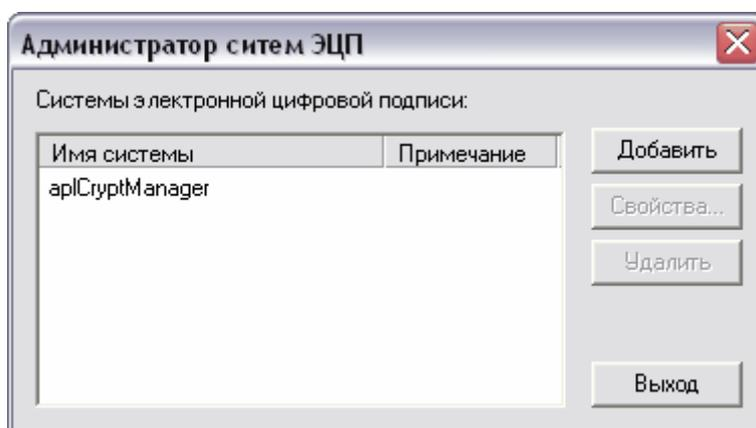

Рис. 115 Администратор систем ЭЦП
Для присоединения модулей систем ЭЦП, в модуле PDM служит пункт **Настройка → Настройка систем ЭЦП...** главного меню модуля PDM. После вызова меню появится диалоговое окно **Администратор систем ЭЦП** (Рис. 115).
1. Нажмите на кнопку **Добавить** на панели **Администратора систем ЭЦП** (Рис. 115).